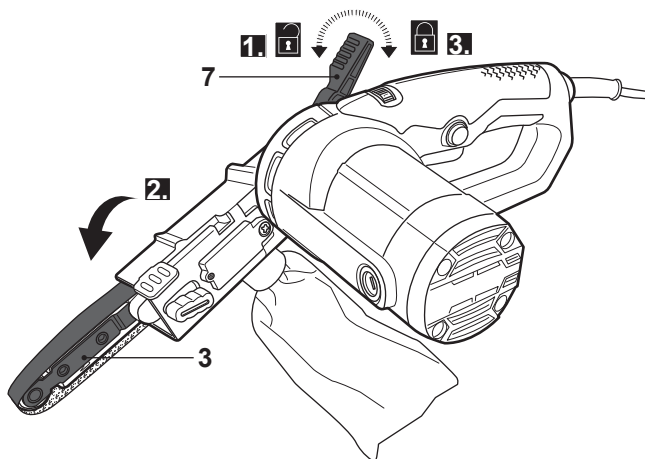

Fig. 15
- > Tire de la palanca de bloqueo (7) hacia afuera (Fig. 15, paso 1).
- > Mueva el brazo de lijado (3) hacia abajo hasta la posición deseada (Fig. 15, paso 2).
- > Presione la palanca de bloqueo (7) de vuelta a su posición inicial con una ligera presión (Fig. 15, paso 3). No la apriete en exceso.